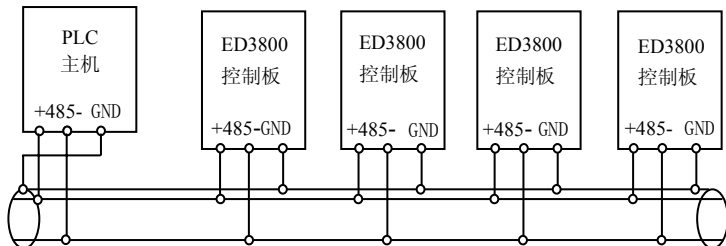
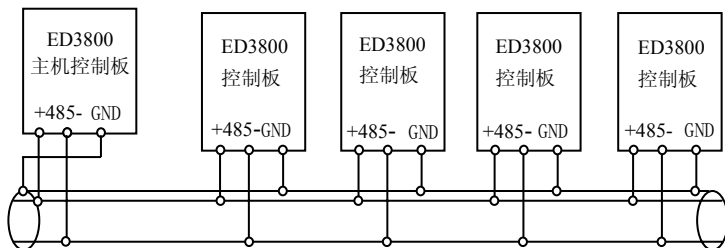

图 3-17 PLC 与变频器多机通信时的接线图(变频器、电机全部良好接地)
图 3-18 变频器多机通信时的接线图(变频器、电机全部良好接地)
- (2) 多台变频器可通过 RS485 连接在一起，由 PLC（或上位机）作主机控制，如图 3-17 所示，也可以其中一台变频器作主机，其它变频器作从机，如图 3-18 所示。随着连接台数的增加，通讯系统越容易受到干扰，建议按如下方式接线：